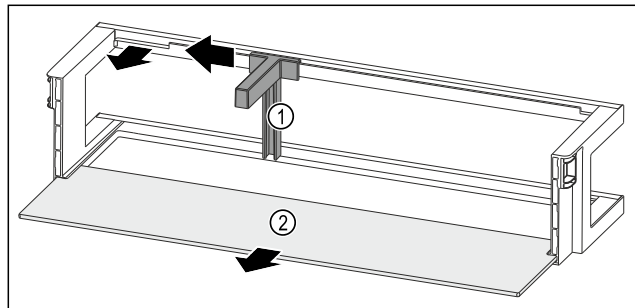

Fig. 229 Türabsteller mit Flaschenhalter und Abstellfläche
- ▶ Flaschenhalter Fig. 229 (1) bis zur Aussparung zur Seite schieben.
- ▶ Flaschenhalter Fig. 229 (1) entnehmen.
- ▶ Abstellfläche Fig. 229 (2) entnehmen.